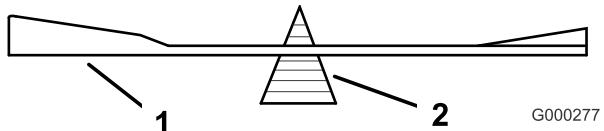
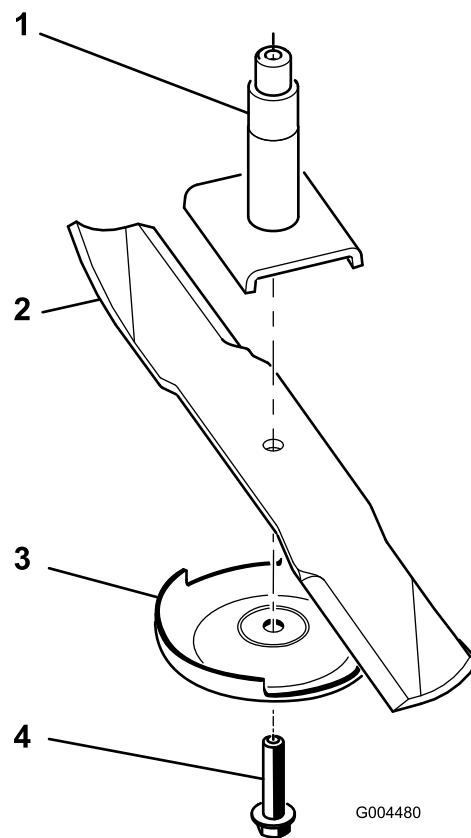

Figura 22
Figura 23
2. Retire a caivilha da lâmina, a placa anti-dano e a lâmina do eixo (Figura 23).
2. Verifique o equilíbrio da lâmina colocando-a num equilibrador de lâminas (Figura 22). Se a lâmina ficar na horizontal é porque está equilibrada e pode ser utilizada. Se a lâmina não estiver equilibrada, lime algum metal da extremidade da aba apenas (Figura 23). Repita este procedimento até a lâmina estar equilibrada.
1. Instale a lâmina no veio (Figura 23).
2. Instale a placa anti-danos e o parafuso da placa (Figura 23).